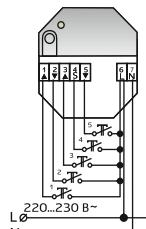

Рисунок 5 – Подключение кнопок выбора сценариев
5.3.1. Подключить кнопку к контакту пульта, номер которого соответствует номеру программируемого сценария (если нужно запрограммировать коды всех пяти сценариев – подключить пять кнопок – см. рисунок 5), пульт перевести в режим работы СЦЕНАРНЫЙ.